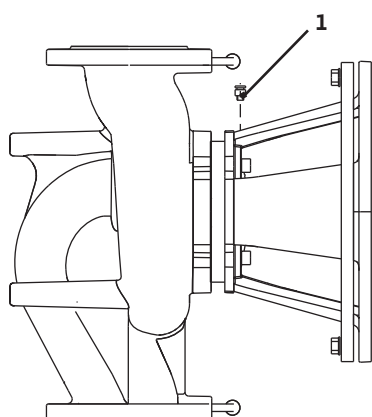

Fig. 34: Valvola di sfiato
- Sfiatare le pompe allentando le valvole di sfiato (fig. 34, pos. 1). Il funzionamento a secco distrugge la tenuta meccanica della pompa. Il trasduttore differenza di pressione non deve essere sfiato (pericolo di distruzione).